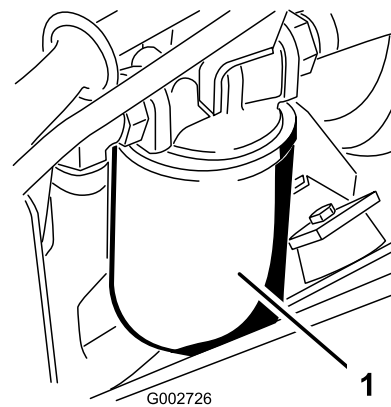

Figura 46
4. Coloque un recipiente debajo del filtro hidráulico, que está situado en el lado izquierdo de la máquina (Figura 46).
7. Instale el nuevo filtro hidráulico (Figura 46) girándolo a mano hasta que la junta entre en contacto con el cabezal del filtro y, a continuación, apriete el filtro 3/4 de vuelta más.